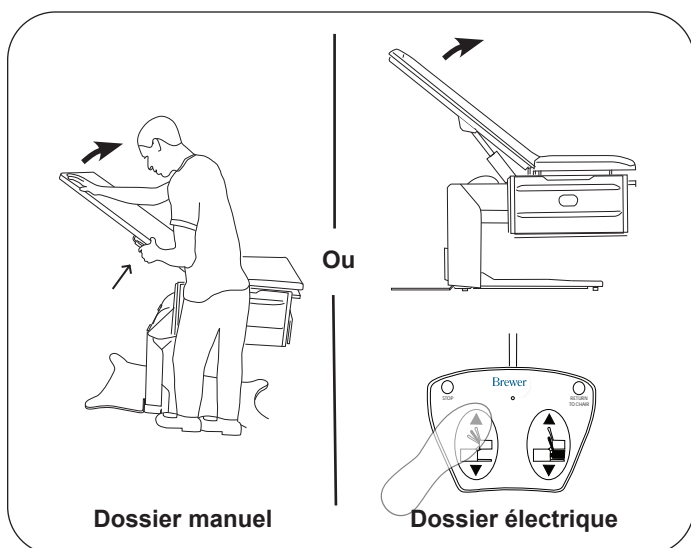

Figure 11. Redresser le dossier
13. Redresser complètement le dossier jusqu'en position haute (Figure 11).